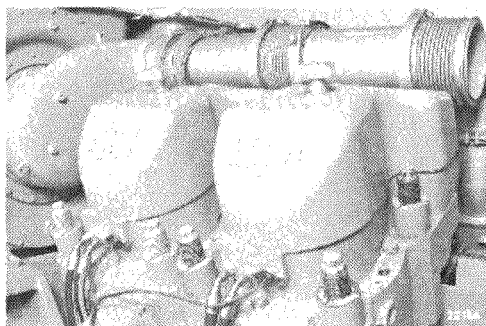

Figura 7.1 Tapa de balancines.
2. Retirar la tapa de balancines del cilindro que será reparado. (*figura 7.1*)
- 4) Si el huelgo excede de 0,150 pulgadas, vuelva a establecer el huelgo ajustando el tornillo de 1/4 pulgada ubicado en la parte superior del soporte (Vea la figura 7.1, página 177). Después de establecer el huelgo, apriete bien la tuerca de fijación que se encuentra debajo del tornillo de ajuste, contra la parte inferior del soporte. Ajustando el sensor TRS se creará también un huelgo apropiado para el sensor SRS.